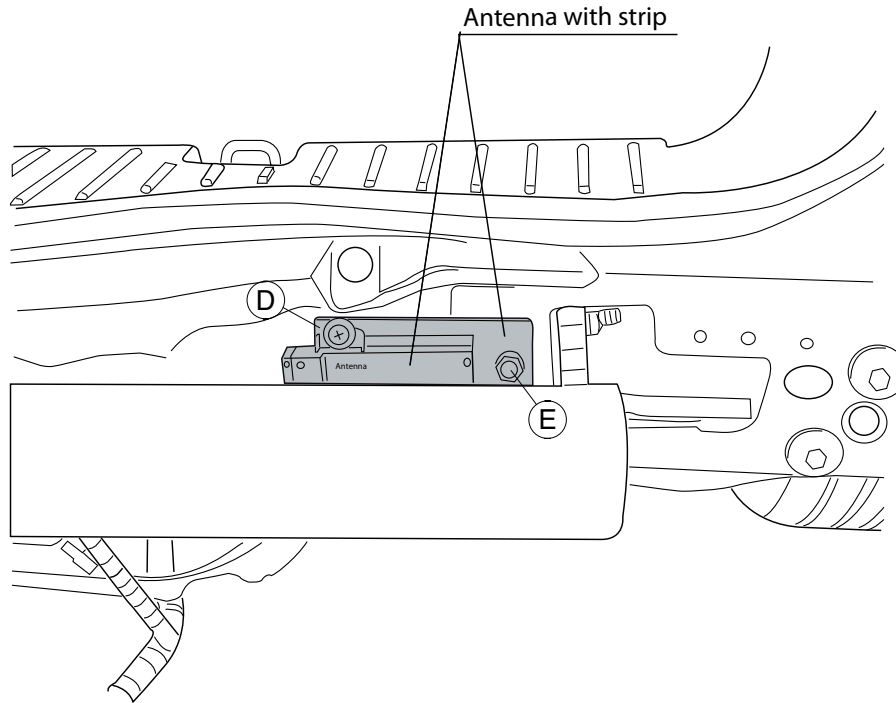

Fig.5
3. Переместите антенну, если имеется. См. рисунок 5.
4. Поместите полосу D на заднюю стенку автомобиля и прикрепите ее к точке E. См. рисунок 5.